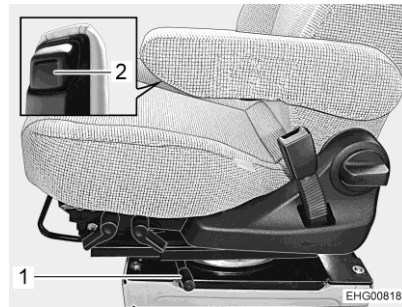

Fig. 16 Levier de déverrouillage à tourner
- Pousser le levier de déverrouillage (Fig. 16,1) vers l'arrière. Le dispositif de blocage sera alors débloqué.
- Appuyer sur la partie avant inférieure de l'accoudoir (Fig. 16,2) et la maintenir pressée.